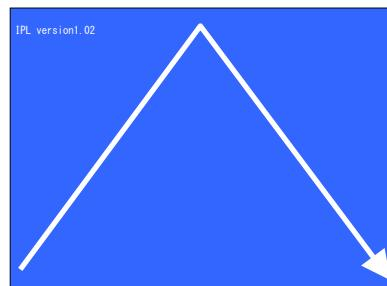

図 2-6-2. セーフモードへの移行手順
- ② オープニング画面の色が青色になりましたら、10秒以内に図 2-6-2 のように画面をなぞってください。